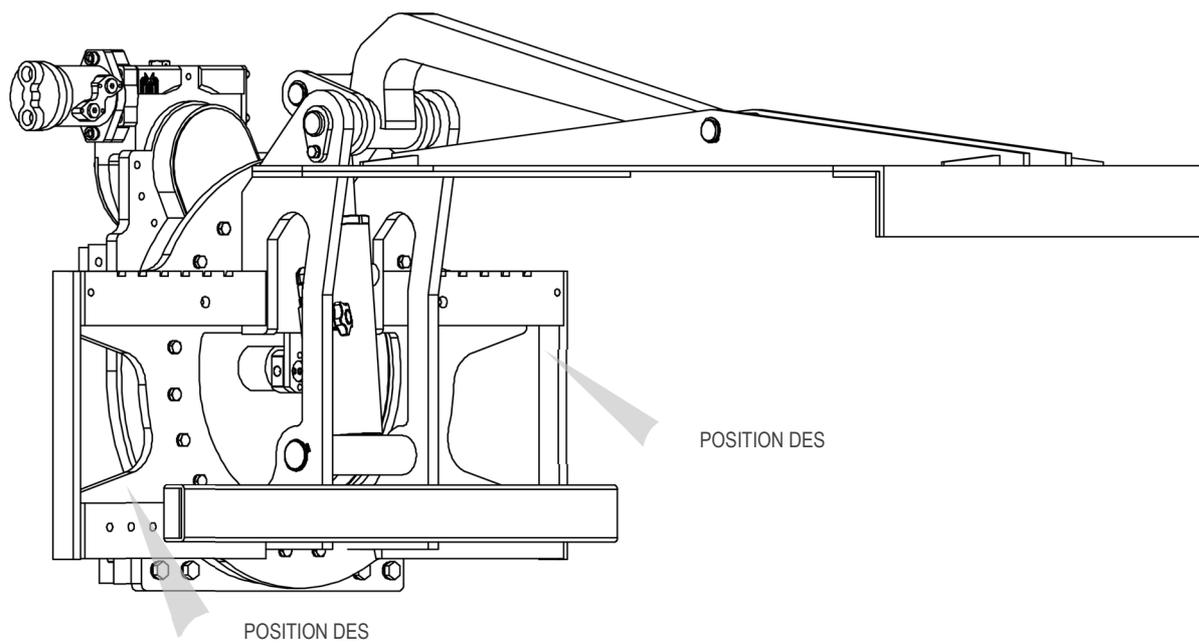

Abbildung 1
Alle Geräte A.T.I.B. – „360°-LASTKORB-DREHKIPPER TYP 213“ werden durch ein Klebeschild (siehe *Tabelle 1*) am Gerät gekennzeichnet (siehe *Abbildung 1*, in der die beiden häufigsten Positionen des Typenschildes veranschaulicht werden). Achten Sie immer auf die Seriennummer.
5. Verwenden Sie für die Handhabung Riemen oder Ketten, die entsprechend dem auf dem Typenschild angegebenen Gewicht des Geräts bemessen sind (siehe *Abbildung 1* und *Tabelle 1* auf Seite 6).
11. Schließen Sie den Hydraulikkreislauf an und stellen Sie sicher, dass der Betriebsdruck der Rohrleitungen höher oder gleich dem auf dem Typenschild angegebenen ist (siehe *Abbildung 1* und *Tabelle 1* auf Seite 6).
6. Für die Handhabung müssen Riemen oder Ketten verwendet werden, die entsprechend dem auf dem Typenschild angegebenen Gewicht des Geräts bemessen sind (siehe *Abbildung 1* und *Tabelle 1* auf Seite 6).